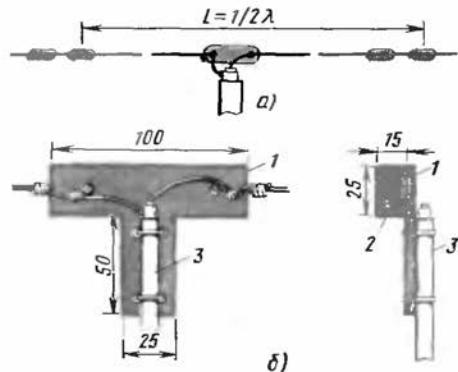

Рис. 399. Антенна трансивера
**Антенна.** Одной из лучших антенн любительской станции 160-метрового диапазона радиоспортсмены-коротковолновики считают симметричный полуволновый диполь — два отрезка провода с изоляторами на концах (рис. 399, а), общая длина которых равна половине длины радиоволн диапазона, т. е. около 80 м (точнее:  $L = 0,475\lambda$ ). Для сооружения такой антенны потребуются медный провод или антенный канатик диаметром 2–2,5 мм, орешковые изоляторы, три опоры, а для соединения антенны с трансивером — коаксиальный кабель с волновым сопротивлением 75 Ом (таким кабелем делают вводы телевизионных антенн).
Длина каждого плеча диполя может составлять 39–40 м, но быть обязательно одинаковой для каждого плеча. К внешним концам диполя привяжи по цепочке из двух изоляторов, с помощью которых антенну будешь крепить на опорах. Внутренние концы плеч диполя и коаксиальный кабель монтируй на изоляторе, как показано на рис. 399, б. Изолятор состоит из Т-образной пластины 1, выпиленной из листового текстолита толщиной не менее 3 мм, и текстоли-